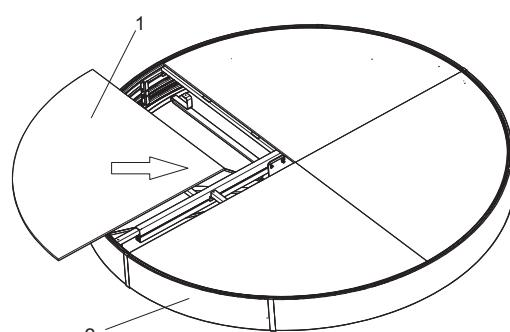

Рис. 43 Позиционирование верхней части потолка
35. Установить сегменты верхней части потолка (рис. 43/1) (4 шт.) сверху на конструкцию потолка (рис. 43/2).